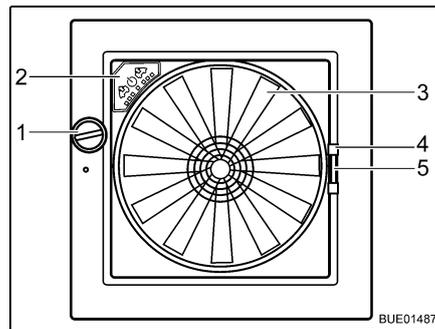

Bild 119 Dachhaube Omni-Vent
- Öffnen:** ■ Drehknopf (Bild 119,1) drehen, bis der gewünschte Öffnungswinkel erreicht ist.
- Schließen:** ■ Drehknopf (Bild 119,1) drehen, bis Dachhaube vollständig geschlossen ist.
- Schließen:** ■ Insektenschutz am Griff (Bild 119,4) zur gegenüberliegenden Rahmen-seite ziehen.
- Schließen:** ■ Griff (Bild 119,5) der Verdunklung zusammendrücken.
**Ventilator** Wenn die Dachhaube geöffnet ist, kann der Innenraum mit dem 6-stufigen Ventilator (Bild 119,3) belüftet und entlüftet werden. Der Ventilator wird am Bedienfeld (Bild 119,2) bedient.